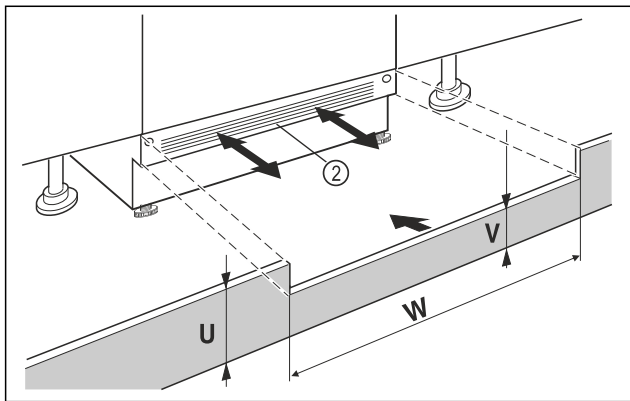

Fig. 71 Voorbeeldweergave
- Plaats de afdekking van de onderkant van het apparaat Fig. 71 (2) maar zet hem nog niet vast.
- Als de sokkelafdekking Fig. 71 (2) zichtbaar is, trek het dan naar voren totdat de voorkant van het ventilatie-ooster en de sokkelafdekking van het meubel gelijk zijn.
- Bij een verborgen sokkelafdekking Fig. 71 (2), deze gehele naar achteren schuiven.
- Controleer of de ventilatiesleuven volledig vrij zijn: Snijd indien nodig de hoogte van de sokkelafdekking Fig. 71 (U) op maat!
- Pas de hoogte van de balk onder de sokkelafdekking van het apparaat Fig. 71 (W) aan de breedte Fig. 71 (V) van de nis Fig. 71 (2) aan.